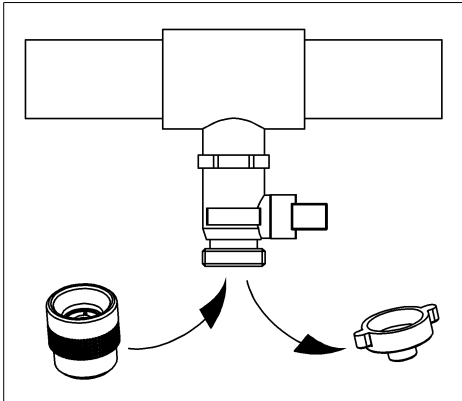

Fig. 2: Monter l'adaptateur QUICK-AN
- Montez l'adaptateur QUICK-AN avec son clapet anti-retour intégré et son joint plat (cf. fig. 2).